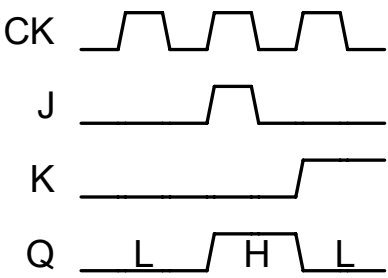
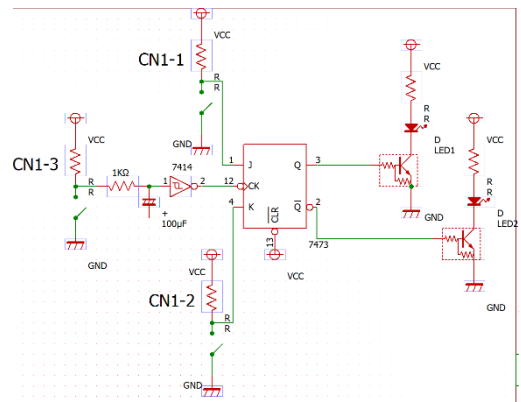
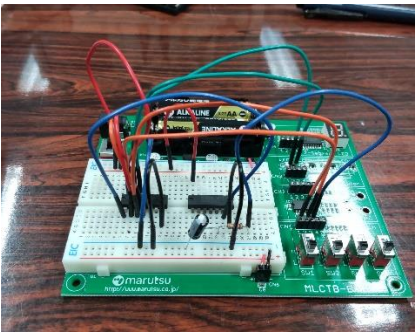

図 10: JK-FF タイミングチャート
図 11 : JK-FF(74LS73)
図 12 : JK-FF の実践配線図
③ JK フリップフロップ
ここでは JK フリップフロップ(FF)について記述する。JK-FF は J, K, クロック(CK) の 3 つの入力から Q と $\bar{Q}$ を出力する。動作は SR-FF と似ているが、大きく異なる点として、スイッチ入力 2 つが 11 の時は入力を反転する。このおかげで SR-FF で 11 のとき不定となる問題点を解決している。ここでは IC に「74LS73」(図 12 左), 「74LS14」(図 12 右) を用いる。CK が H レベル, JK が L の時から処理を開始して, J を H にすると Q は H になり, その後, K を L にすると Q は L になる。この処理の真理値表を表 4 に示す。それに対応するタイミングチャートと JK-FF の記号, 実際の回路を図 10, 図 11, 図 12 に表す。図 12 のようにスイッチ 1(入力 J)を 1 4 番ポートに, スwitch 2(入力 K)を 3 番ポートに, 1 番ポートにクロック(タイマ専用 IC)をつないで, 1 2 番ポートから Q を出力すると, 1 0 にしたとき, もしくは Q が 0 で 1 1 の時, Q が 1 になったため, 正しく動作したといえる。